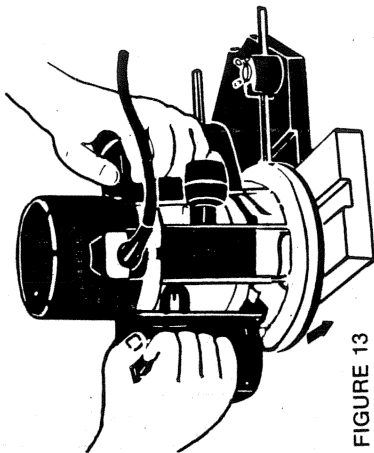

FIGURE 13
2. La semelle de la toupie doit toujours porter contre une surface solide et douce afin de prévenir le broutement. Les figs. 13, 14 et 15 illustrent le façonnage de rainures.